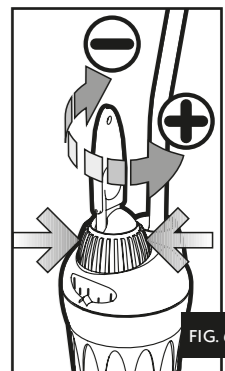

FIG. 6
- Hold the control knob (blue) with one hand so that the scale indicator does not move from the value of temperature you want to have and rotate the post-calibration knob (orange) toward + if the value of temperature you measured is lower than the one on the scale, or toward - in case the temperature you measured exceeds the one you have set (fig. 6). There are 6 preset positions, 3 toward + and 3 toward -. Each position corresponds to about 1°C. So if you have set a temperature of 24°C and you measure 22°C just turn the post calibration knob 2 steps toward +.
- Tenir le bouton de réglage principal (bleu) avec une main pour éviter à l'échelle de se déplacer de celle-là déjà fixée sur le point de repère et tourner le bouton de post-calibrage (orange) vers + si la valeur de la température que vous avez mesurée est plus basse de celle-là indiquée en correspondance du point de repère, ou vers - en cas la température mesurée est supérieure à celle indiquée par le point de repère (fig. 6). Le bouton de post-étalonnage peut être réglé sur 6 diverses positions, 3 vers le + et 3 vers le -. Chaque position correspond à peu près à 1°C. Si on a réglé le chauffe-eau sur une température de 24° et on mesure 22°C, il suffit de tourner le bouton de post-étalonnage 2 positions vers +.
d. houd de blauwe draaieregelaar vast op de ingestelde waarde en draai de oranje draaiknop tegen + of - afhankelijk van het gemeten temperatuur (afb. 6). In elk richting (+ en -) kan maximaal tot 3 graden worden afge. 6). In elk richting (+ en -) kan maximaal tot 3 graden worden aangepast. Dat kan in drie stappen van elk 1 graad Celsius. Er is een voelbare click bij het bereiken van elk stap. Is het thermostaat bij voorbeeld ingesteld op 24 graden en er worden maar 22 graden gemeten houd u de blauwe regelaar op 24 graden vast, terwijl u de oranje draaiknop om 2 posities tegen + draait. Een ijken kan alleen binnen een band van zes graden gebeuren, 3°C naar + en 3°C naar -. PROBEER ER NOOIT VERDER DAN DREI STAPPEN IN EEN RICHTING TE DRAAIEN!
d. Mantenga el botón de regulación principal (azul) con una mano para evitar que a la escala que se desplace de la ya fijada en el punto que marca y girar el botón de post calibración (naranja) hacia + si el valor de la temperatura que ha medido es más baja que la que se indica en el punto de referencia, o hacia - en el caso en que la temperatura obtenida sea superior a la indicada en el punto de referencia (fig. 6). El botón post-calibración se puede regular sobre 6 posiciones diferentes, 3 hacia el + y 3 hacia el -. Cada posición corresponde más o menos a 1°C. Si el termocalentador se ha regulado sobre una temperatura de 24° y se ha obtenido una temperatura de 22°C, basta con girar el botón de post-calibración 2 posiciones hacia +.